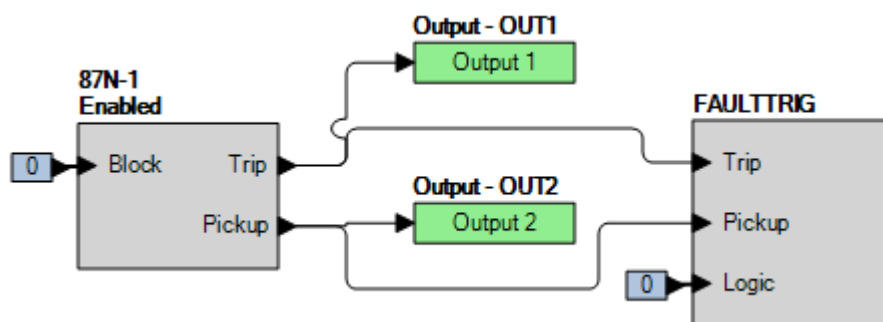

Figure 77-1. Paramètres BESTlogicPlus
Étape 2 : Utilisez BESTCOMSPlus pour configurer la Logique programmable BESTLogicPlus illustrée dans la Figure 77-1.
Étape 3 : Préparez la surveillance de l'exécution de la fonction 87N-1. Cette exécution peut être vérifiée en surveillant la sortie OUT2 (voir Figure 77-1).
Étape 1 : Utilisez BESTCOMSPlus pour vérifier les paramètres de fonctionnement indiqués dans le Tableau et la logique indiquée dans la Figure 77-1. Réinitialisez toutes les cibles.